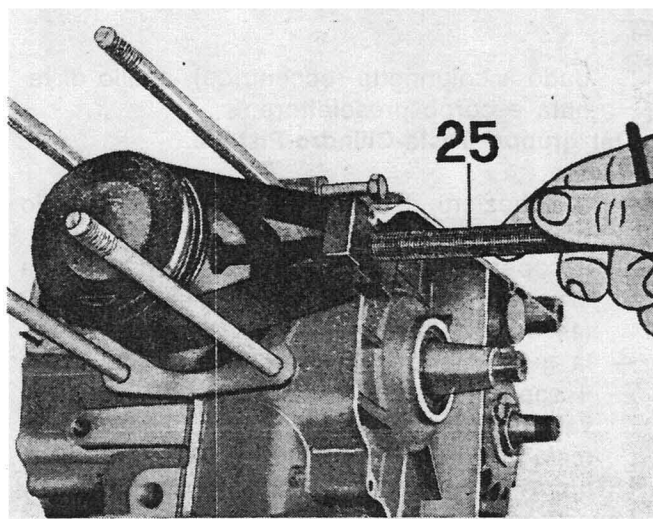

Fig. 18
- il pistone dalla biella dopo aver smontato le mollette tenuta spinotto e lo spinotto adoperando l'attrezzo n° 26907800 (25 di fig. 18);